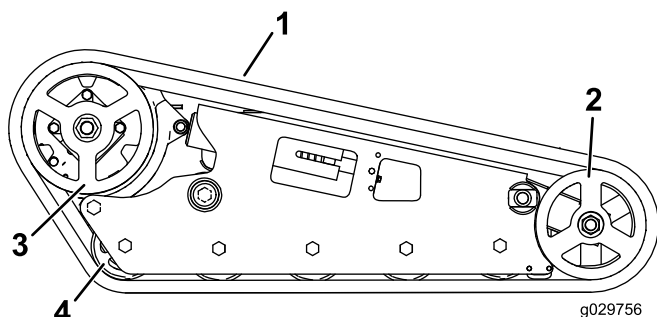

Figura 53
**Importante:** Asegúrese de limpiar completamente las ruedas de rodaje, la rueda delantera y el piñón de arrastre (Figura 53). Las ruedas de rodaje deben rodar libremente cuando están limpias.